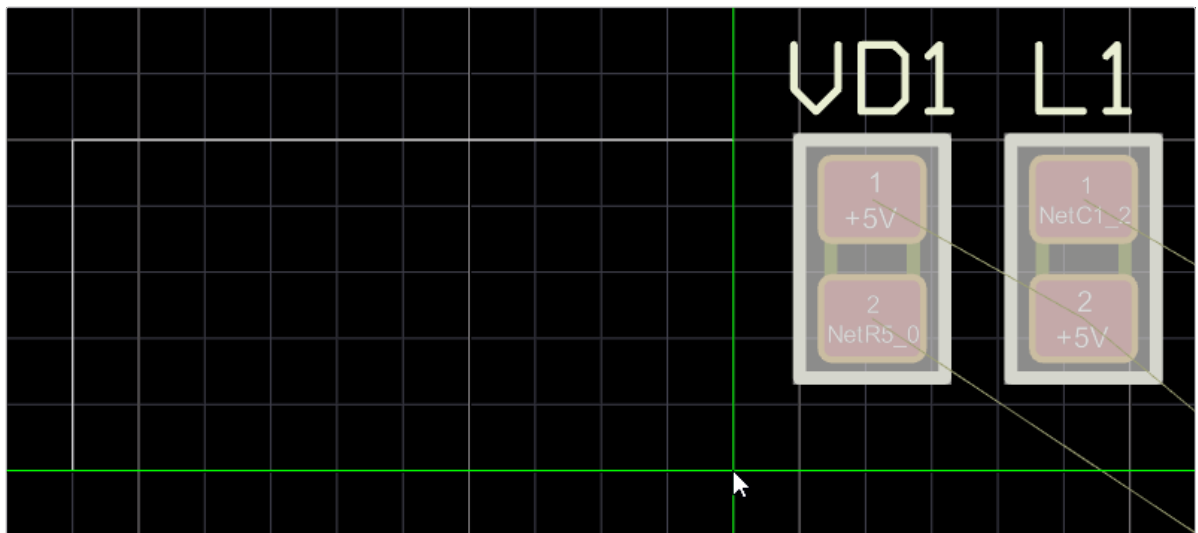

Рисунок 168. Определение области прямоугольника
- 4) Переместить курсор мыши в требуемую точку для определения размера прямоугольника (см. рисунок 168).